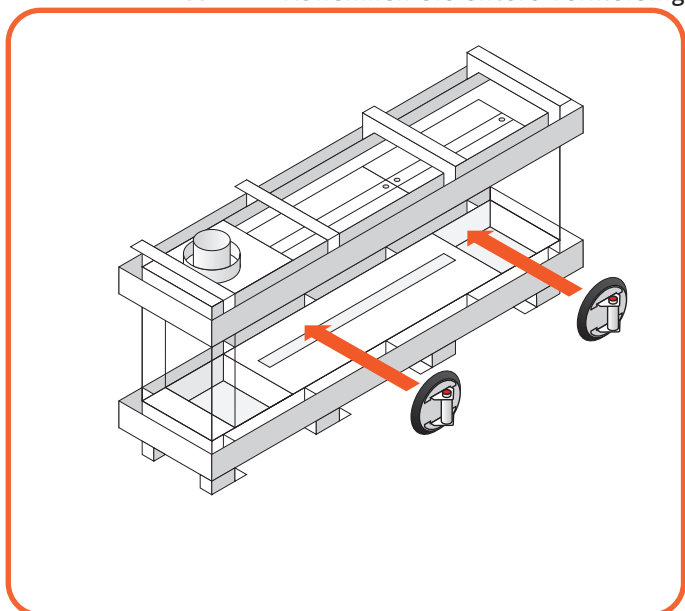

Abb. 9.18 Anlegen des Saugnapfes
- Entfernen Sie die Glasklemmen. (Siehe Abbildung 9.18)